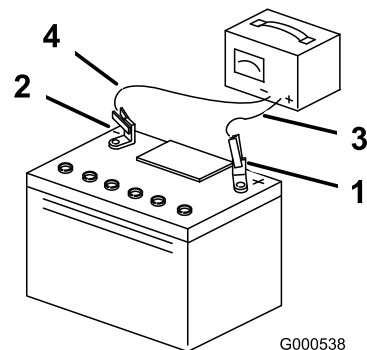

Figure 53
5. Quand la batterie est chargée au maximum, débranchez le chargeur de la prise, puis débranchez les fils du chargeur des bornes de la batterie (Figure 53).